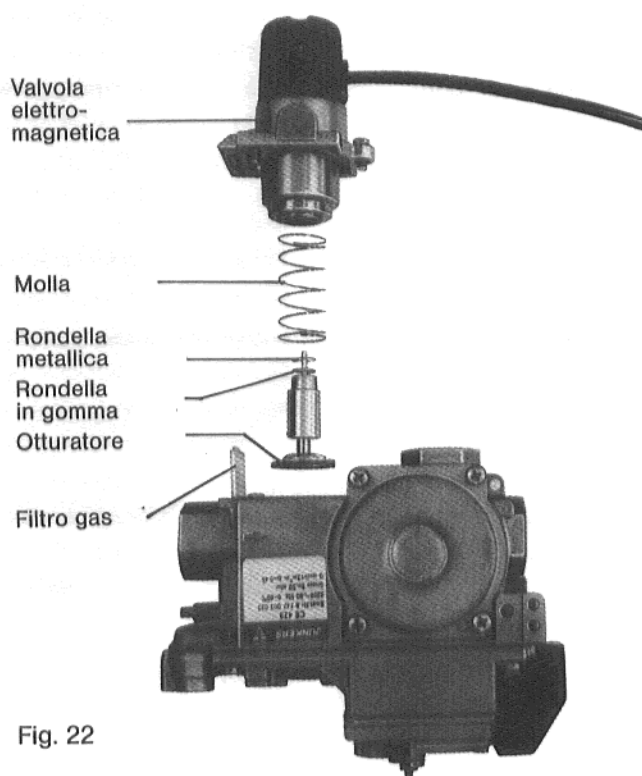

Fig. 22
Per lo smontaggio ed il rimontaggio della valvola elettromagnetica, l'apparecchiatura deve venire capovolta (Fig. 22).
- Reinscrivere il filtro e montare la valvola (vedi Fig. 22).